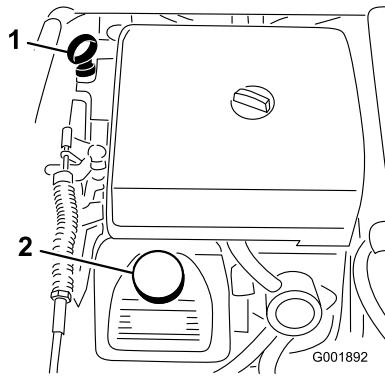

図 50
- ディップスティックを抜き、ウェスで一度きれいに拭く(図 50)。ディップスティックを、チューブの根元までもう一度しっかりと差し込む。ディップスティックを引き抜いて油量を点検する。
3. オイルの量が不足している場合は、バルブ・カバーについている補給口のキャップ(図 50)を取り、ディップスティックの FULL マークまで補給する。補給するときは、ディップスティックで確認しながら少量ずつ入れる。入れすぎないよう注意してください。
8. 所要量の約 80% のオイルを補給口から入れる(図 50)。